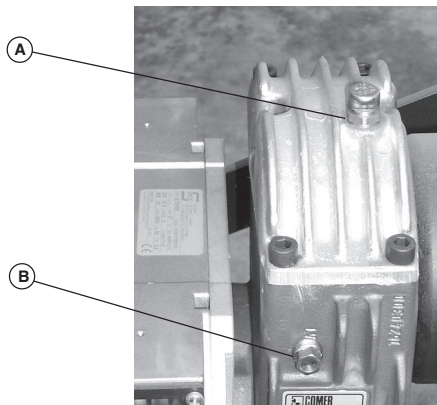

fig. 3
1. svitare i tappi dei fori A e B di cui alla fig.3